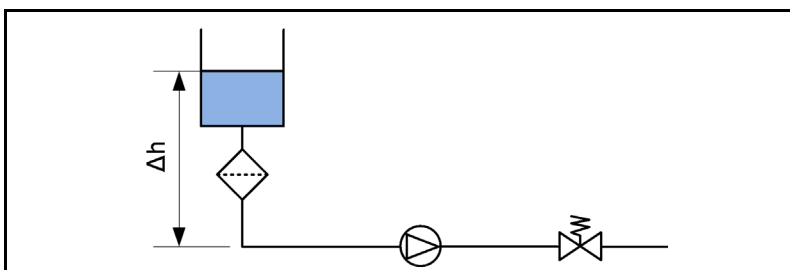

Fig. 57: Montage vérification de pression
1. Monter le système conformément à Fig. 57.